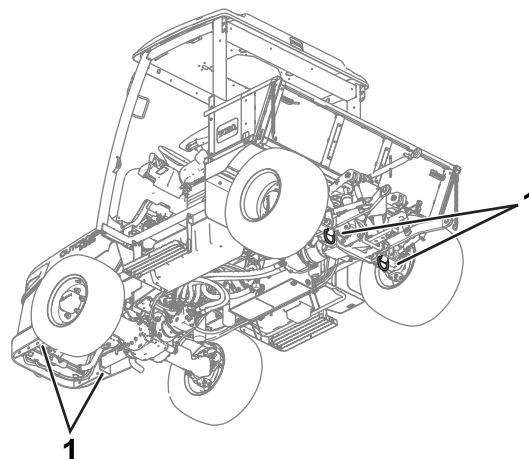

**Figura 66**
3. Ponga los émbolos en la posición de desvío insertando una llave allen (6 mm) a través del tapón y girando el émbolo en sentido horario hasta que haga tope; consulte Figura 66. Repita este paso con cada tapón (4 en total).